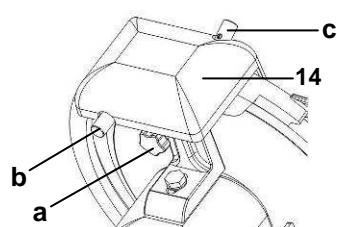

Рис.7
- Удерживая нажатой кнопку (**b**, **рис. 7**) точила сзади заточного устройства (1), оставить прибор включенным в течение 30-40 секунд, так чтобы на ноже образовался заусенец.